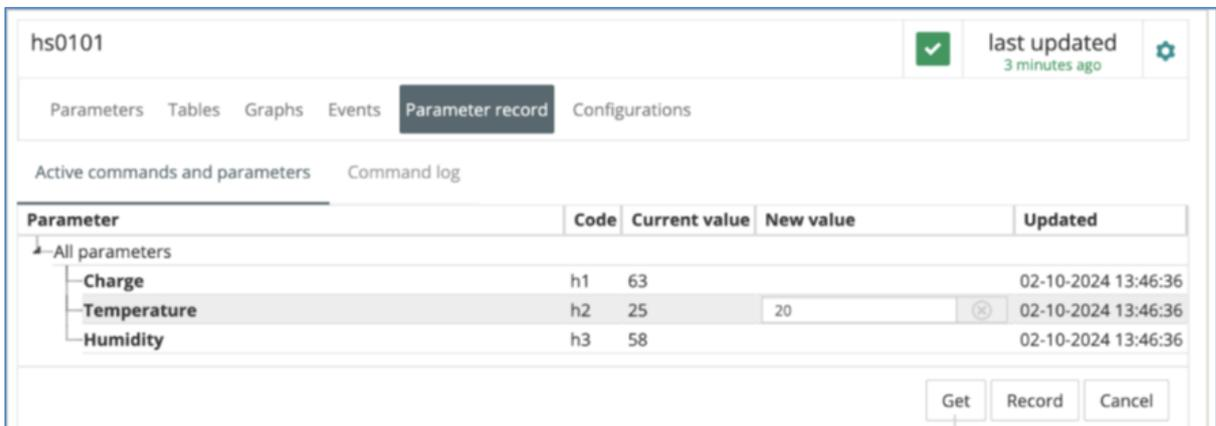

Abb. 14.4
- Öffnen Sie das Register **Write parameters** und wählen Sie den Parameter aus (Abb. 14.4).